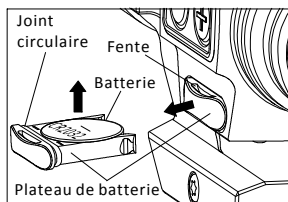

Fig 2-1
- Enlevez la batterie (Figure 2-1):